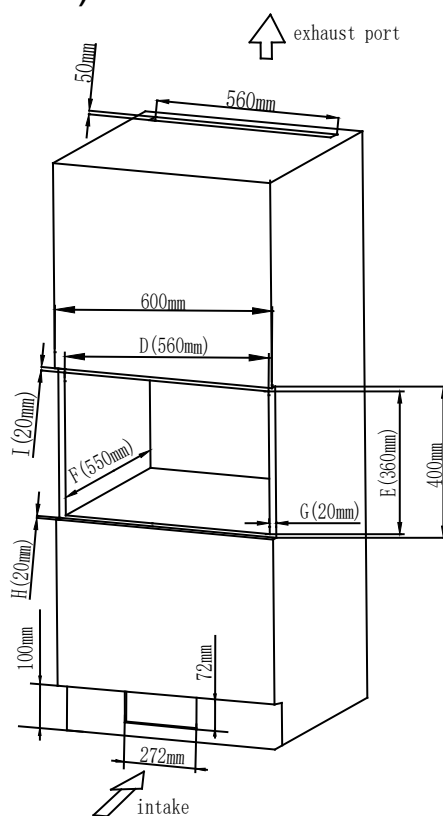

Fig.5
Dimensioni dell'apertura: (P)  $560 \pm 2$  x (E)  $360 \pm 2$  x (F)  $550 \pm 2$  (mm) come mostrato nella Fig. 5 "D", 'E', "F".